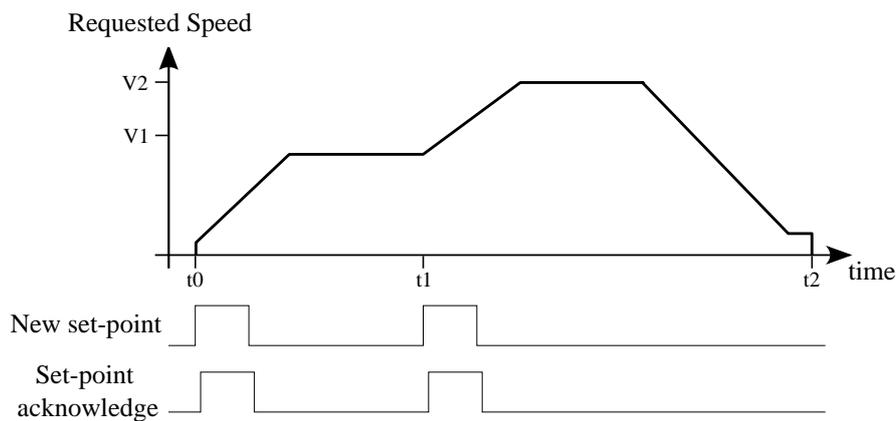
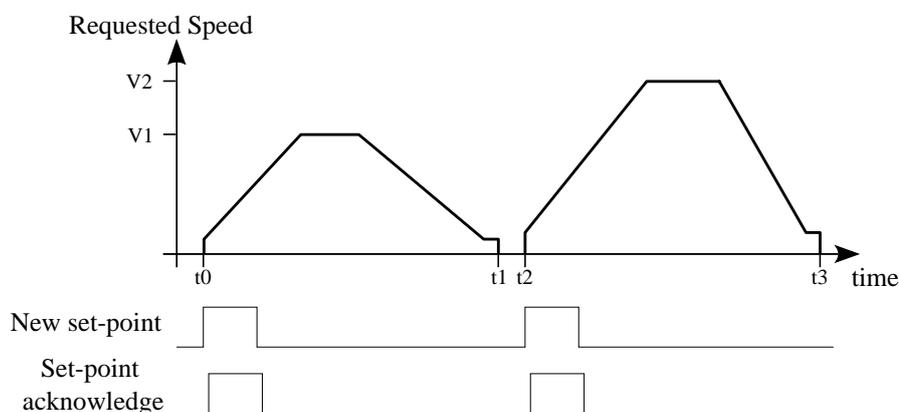

Figura 21.2. Diagramma temporale *Profile Position Mode* in modalità *Single set point*.
Figura 21.3. Diagramma temporale *Profile Position Mode* in modalità *Set of set points*.
- bit *Change set immediately*: bit che permette di selezionare la modalità di posizionamento fra *Single set-point* (se bit impostato a 0) e *Set of set-point* (se impostato bit a 1). Nella modalità *Set of set-point* (vedere *Figura 21.3*) è presente solo un buffer di dati, quello per i dati utilizzati durante il posizionamento. Nella modalità *Single set-point* (vedere *Figura 21.2*) il posizionamento si comporta come descritto nei bit *Change immediately option* del parametro *PositioningOptionCode*. Il bit va impostato con la transizione del bit *New set-point*;